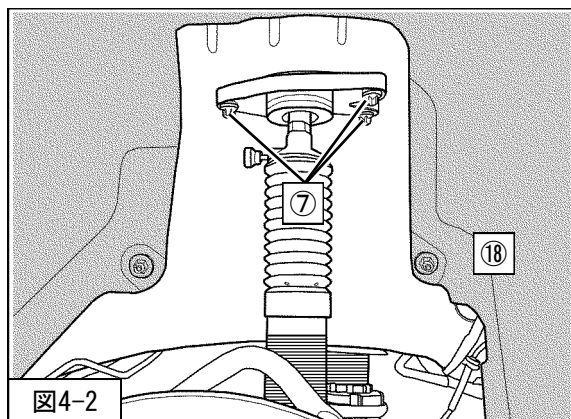

図4-2
を車両に取付けてください。（図4-2）
- ⑩リアホイールハウ斯拉イナをめくり、
- ⑤コネクターに、別途購入していただいたAVSエラーキャンセラーの取扱説明書に従い、AVSエラーキャンセラーを取付けてください。（図4-2・4-6）